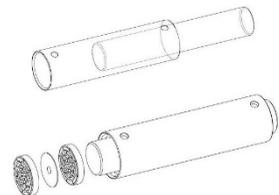

Abb. 20
- Führen Sie den mitgelieferten Stößel in das Schlagrohr ein und stoßen Sie die 13 Schlagteller (Kunststoffscheiben) und 12 Zwischenscheiben (Metallplättchen) (bzw. die komplette Schlagwelle) aus dem Schlagrohr heraus. (Abb. 20)